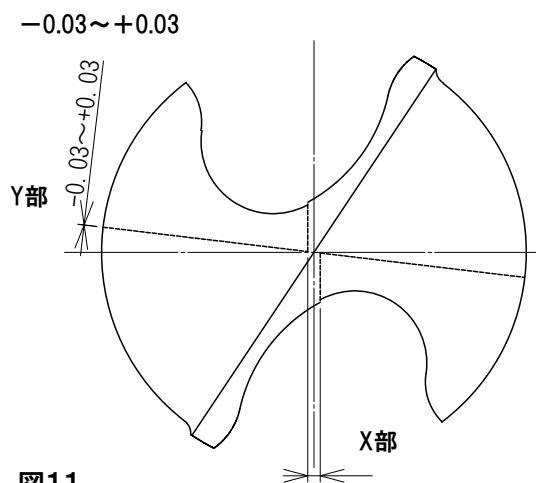

図11
- シンニングの詳細寸法(X部、Y部)が図11のように砥石位置を合わせて加工してください(点線が最終形状となります)。